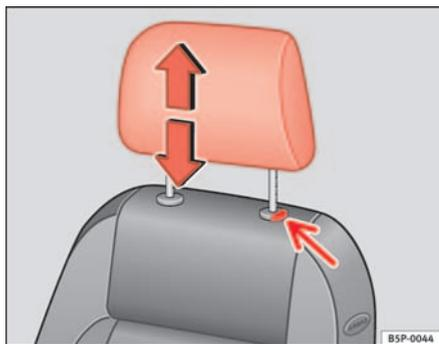

Fig. 93 Ajuste o desmontaje del apoyacabezas
- Pulse la tecla ⇒ fig. 93 (flecha).